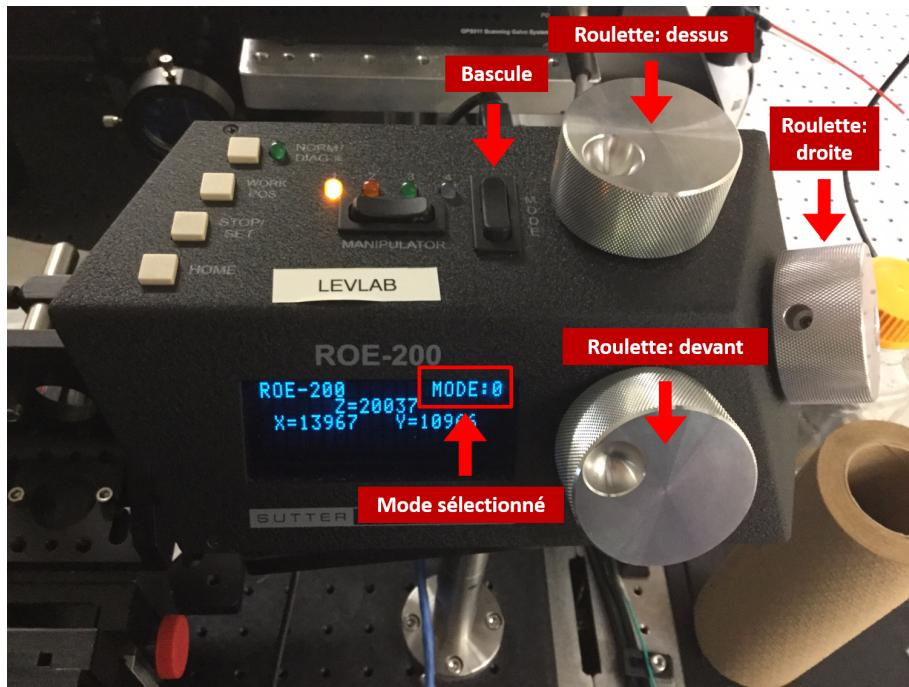

Figure 17 – Roulettes de la base motorisée
6. A l'aide des *roulettes* (voir figure 17), ajuster la position de l'échantillon.
2. Tourner la *roulette de devant* (voir figure 17) dans le sens antihoraire jusqu'à atteindre le rebord de l'échantillon, i.e. perdre du signal de fluorescence à l'écran. Il s'agit d'un extremum local mais peut-être pas de l'extremum global.
3. En se souvenant des observations notées à l'étape 2, tourner un peu la *roulette du dessus*, puis réajuster la *roulette de devant* pour retrouver l'extremum local. Le but est d'avoir la valeur la plus petite possible pour la *roulette de devant*. Les valeurs des roulettes sont affichées comme sur la figure 17. Itérer jusqu'à retrouver l'extremum global.
9. Tourner la *roulette de droite* (voir figure 17) dans le sens antihoraire jusqu'à atteindre le rebord de l'échantillon, i.e. perdre du signal de fluorescence à l'écran. Cliquer sur *LO*.